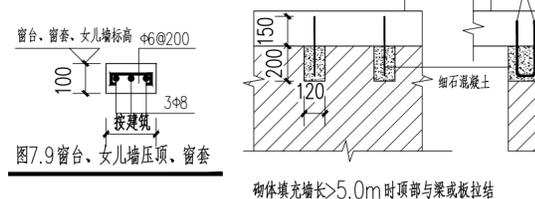

图7.9 窗台、女儿墙压顶、窗套
- 砖砌女儿墙、砖砌窗台处应设置混凝土压顶梁，其做法详图7.9所示。